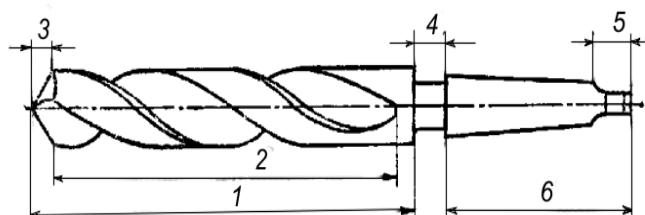
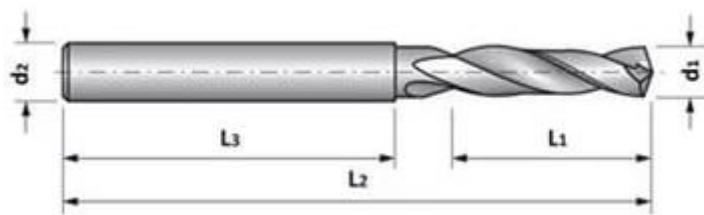

Рисунок 1.
Рисунок 3.
- 1). В тетради схематично зарисуйте сверло (рисунок 1):
3). Посмотрите внимательно рисунок 3. Чем данное сверло отличается от сверла на рис.1. Напишите.